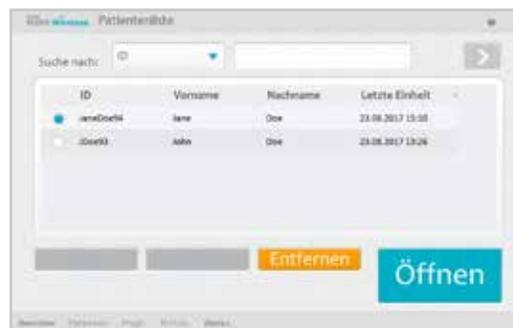

Abbildung 8-13: Fenster „Patientenliste“
1. Wählen Sie einen Datensatz aus der Patientenliste aus, und drücken Sie auf „Öffnen“, oder drücken Sie auf „Neu“, um einen neuen Patientendatensatz anzulegen. Siehe Abbildung 8-13.